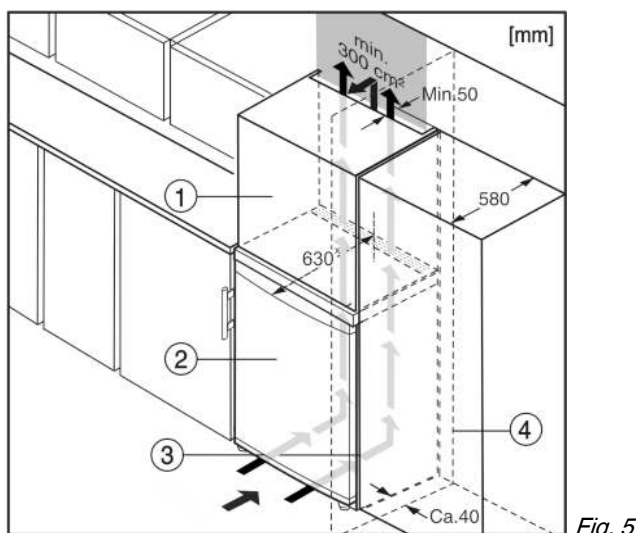

Fig. 5
- (1) Дополнительный шкафчик
(2) Устройство
(3) Кухонный шкаф
(4) Стенка
Устройство может быть окружено кухонными шкафами. Чтобы уравнивать устройство Fig. 5 (2) по высоте с кухонной стенкой, можно установить над устройством дополнительный шкафчик Fig. 5 (1).
При комбинировании с кухонными шкафами (глубина макс. 580 мм) устройство можно установить непосредственно рядом с кухонным шкафом Fig. 5 (3). Устройство выступает сбоку на 34 мм * и по центру на 50 мм * относительно передней стенки кухонного шкафа.
Если устройство установлено на шарнирах у стены Fig. 5 (4), то расстояние между устройством и стеной должно быть не менее 40 мм. Настолько выступает ручка при открытой двери.